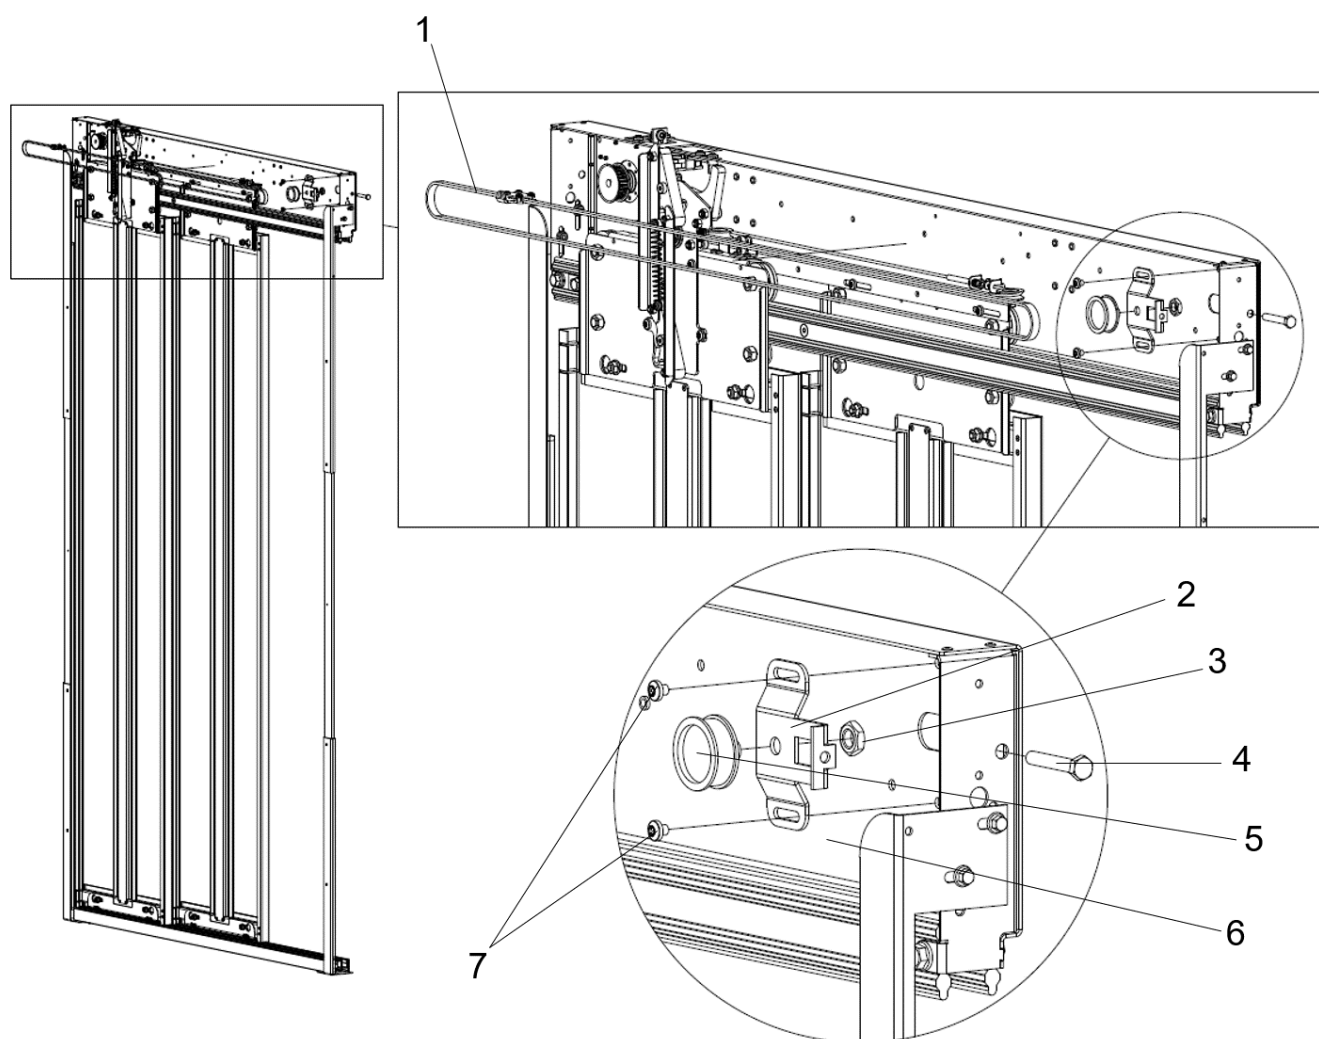

Fig. 47 Demontering av remhjul
1. Avlägsna remmen (1) enligt beskrivningen i steg 7. – 9. i avsnitt 7.5.2 Rem (enbart hisskorgens dörr).
2. Lossa skruvarna (7) och avlägsna fästplattan (2) från hisskorgens dörrlåda (6), se Fig. 47.
3. Avlägsna muttern (3) som håller brythjulet (5) från fästplattans baksida.